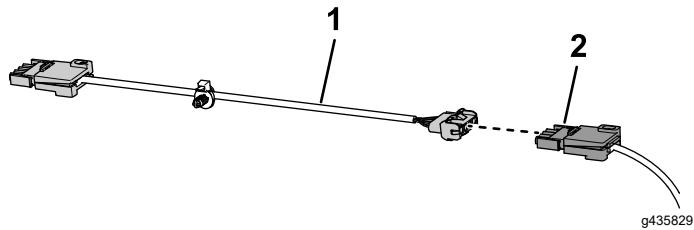

Figura 7
12. Ligue o extensor de cabo do arrancador elétrico ao conector de arranque elétrico (Figura 7) e ligue-o à parte da frente da máquina como se mostra na Figura 6.